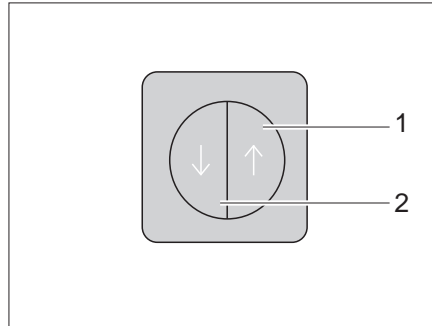

Fig. 17 Interrupteur de verrouillage central de la cuisine intégrée
La cuisine intégrée est équipée d'un verrouillage central. Les portillons et tiroirs du bloc cuisine peuvent être verrouillés et déverrouillés manuellement avec l'interrupteur (Fig. 17).
- Verrouiller** ■ Appuyer sur l'interrupteur (Fig. 17,2). Les portillons et les tiroirs du bloc cuisine sont verrouillés.
- Déverrouiller** ■ Appuyer sur l'interrupteur (Fig. 17,1). Les portillons et les tiroirs du bloc cuisine sont déverrouillés.